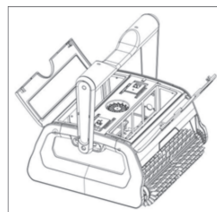

Figura 2
- Aprire entrambi i lati del coperchio (vedi figura 2).